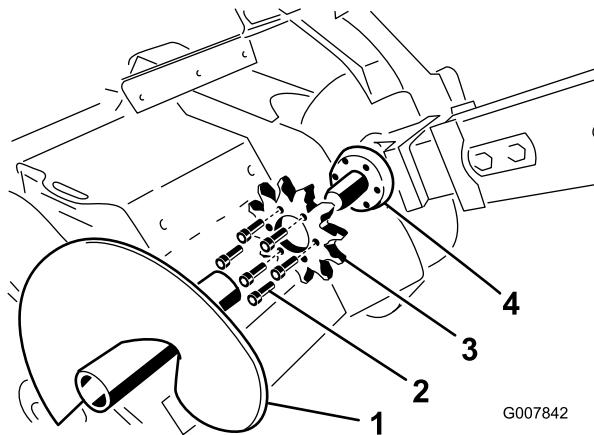

Figure 69
4. Enlevez la tarière de déblayage (Figure 69).
9. Enlevez les 6 boulons de fixation du pignon d'entraînement (Figure 69).
10. Déposez le pignon d'entraînement et mettez-le au rebut (Figure 69).
11. Nettoyez la surface de montage du pignon sur la trancheuse (Figure 69).
12. Glissez le nouveau pignon d'entraînement sur l'arbre (Figure 69).
13. Vissez les 6 boulons de fixation dans le pignon d'entraînement à la main (Figure 69).